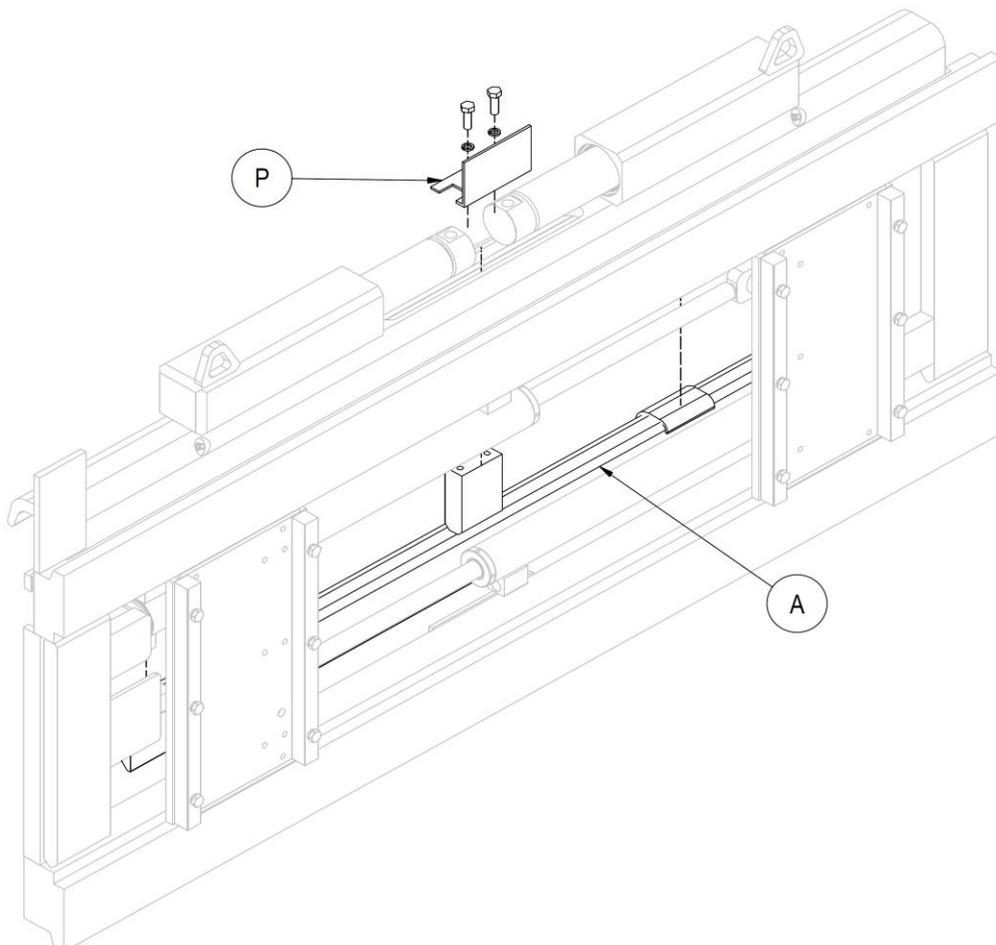

Abbildung 21
7. Beziehen Sie sich auf die *Abbildung 21*.